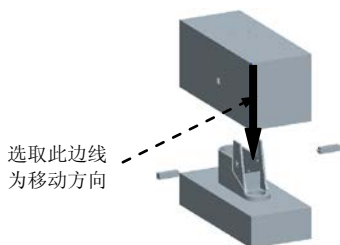

图 19.44 选取移动方向
Step2. 选取图 19.44 所示的边线为移动方向, 输入要移动的距离值 20, 结果如图 19.45 所示。